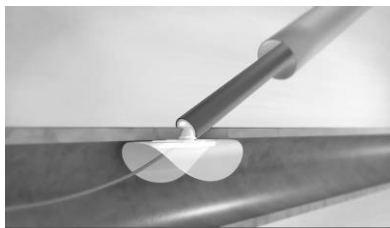

Bild 13. Placering av tamponad, implantat placerat intill arteriotomin.
- Fortsätt att dra tillbaka anordningen ytterligare 1,5 graderingar (dvs. 3,5 graderingar totalt). Vid denna punkt ska ett lätt taktilt motstånd kännas till följd av att implantatet har förankrat sig självt inuti artärväggens lumen. Detta indikerar tamponadens placering, och implantatet har nu kontroll över blödningen från arteriotomin. Bild 13.